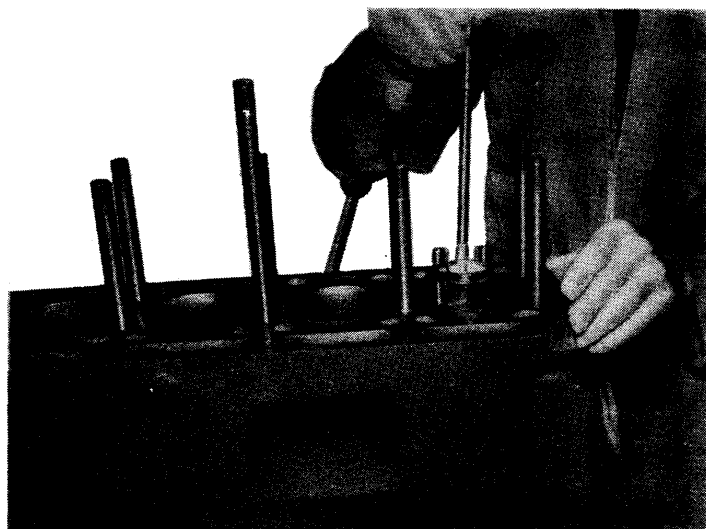

Fig. 47.- Mesure du diamètre d'une chemise au comparateur
- Mesurez au comparateur le diamètre des chemises à 3 hauteurs différentes (15, 90, 160 mm) à partir du sommet de la chemise - Prenez deux mesures en croix à chaque niveau et notez ces mesures (fig. 47).